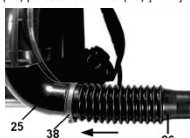

Fig. 2
1. Montarea furtunului gofrat (Fig. 2)